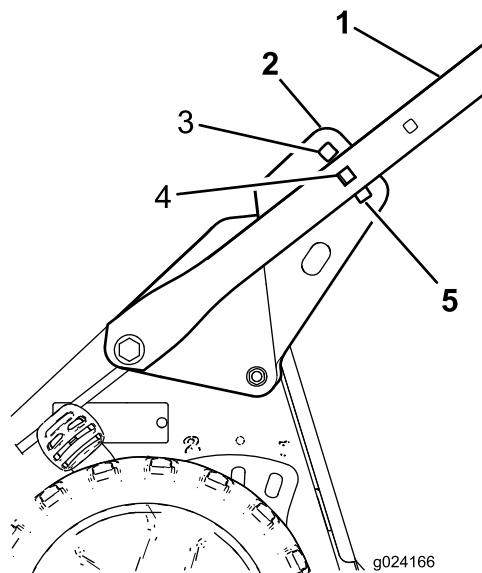

Figura 5
5. Stai în poziția de operare pentru a determina înălțimea mânerului care este cea mai confortabilă pentru dumneavoastră (Figura 5).